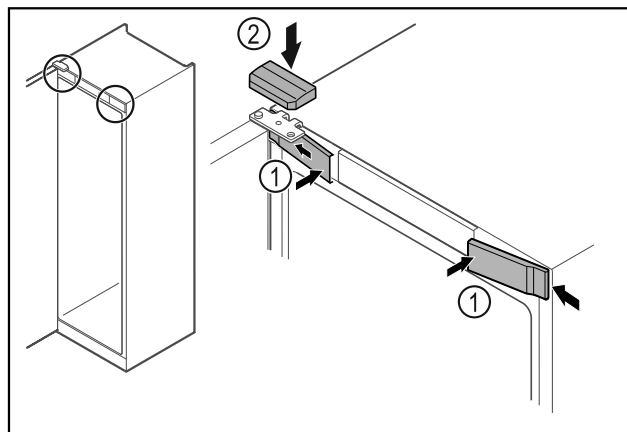

Fig. 27
- ▶ Accrocher les caches avant Fig. 27 (1) par les côtés et les enclencher.
- ▶ Insérer le cache supérieur Fig. 27 (2) par le haut.